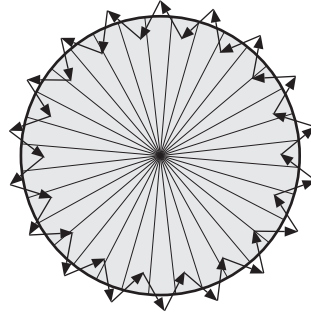

FIG. 20
- Tras el periodo de ajuste, camine desde el exterior a través de la zona de cobertura hasta que la luz LED se ilumine aprox. durante 2 seg. (ver fig.20)